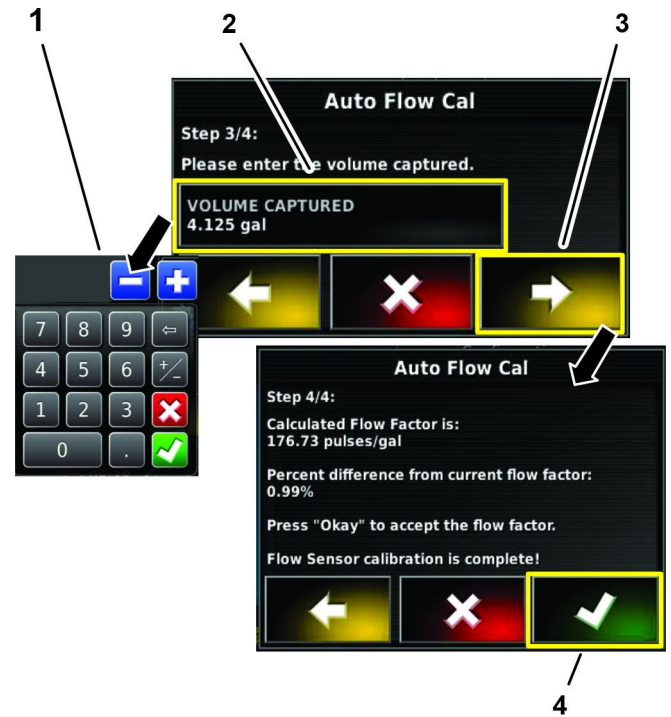
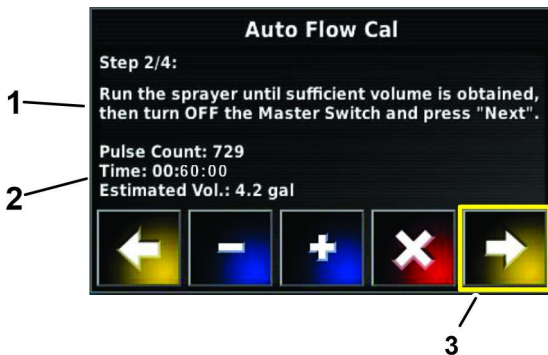

Bild 85
Bild 84
12. Geben Sie den Flüssigkeitswert von der Berechnung mit dem numerischen Tastenfeld ein (Bild 84 und Bild 85).
13. Bestätigen Sie den Durchflusskalibrierungsfaktor (Bild 85).